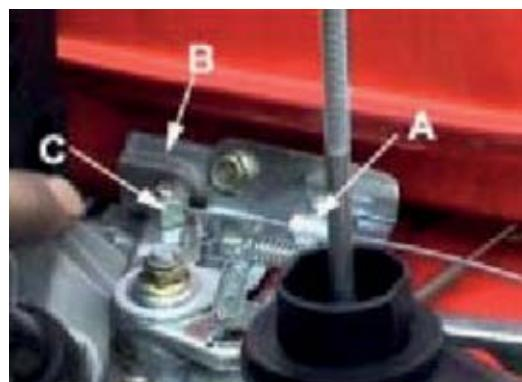

Рис.5
• Проверить, что рычаг дросселя на сборке ручки выдвинут полностью вперед. Снять крышку сапуна и сапун с двигателя. Отвинтить зажим регулировки тросика (A). Затем проверить, что рычаг дросселя (B) на двигателе выдвинут полностью вперед. Вставить провод, выходящий из тросика в отверстие (C), показанное на диаграмме. Со всеми установленными на своем месте деталями поместить зажим регулировки тросика (A) назад на свое место и провести затяжку под головку болта (Рис.5).